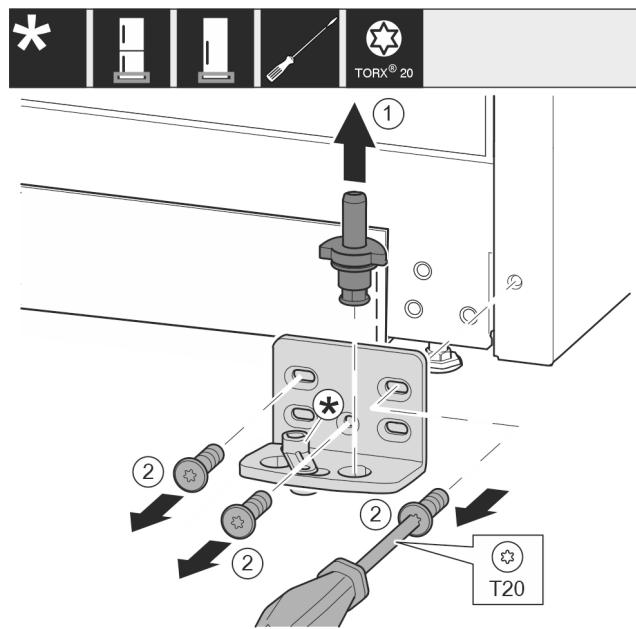

Fig. 13
- ▶ 将轴承螺栓完全向上拉出。Fig. 13 (1)
- ▶ 用 T20 螺丝刀将螺钉旋出并取下托架。Fig. 13 (2)